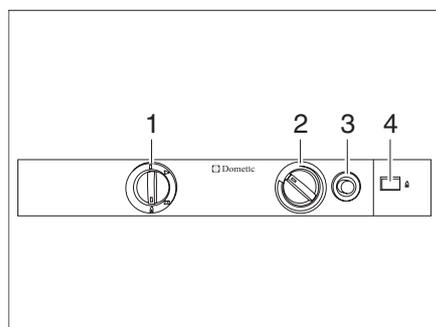

Fig. 268 Boutons de commande pour le réfrigérateur (Dometic Série 8)
- Placer le sélecteur de source d'énergie (Fig. 268,1) sur "🔥".
- Enfoncer le bouton tournant (Fig. 268,2) sur le niveau le plus élevé et le maintenir enfoncé. Attendre jusqu'à ce que le gaz s'écoule vers le brûleur.
- Enfoncer le bouton d'allumage du gaz (Fig. 268,3) et le maintenir enfoncé. L'allumage s'effectue de manière automatique.
- Maintenir le bouton d'allumage du gaz (Fig. 268,3) enfoncé jusqu'à ce que l'indicateur de la flamme (Fig. 268,4) passe au vert, puis le relâcher.
- Maintenir le bouton tournant (Fig. 268,2) encore enfoncé pendant 10 à 15 secondes, puis le relâcher.
- Placer le sélecteur de source d'énergie (Fig. 268,1) sur "⏻".
- Régler la température de réfrigération avec le bouton tournant (Fig. 268,2).